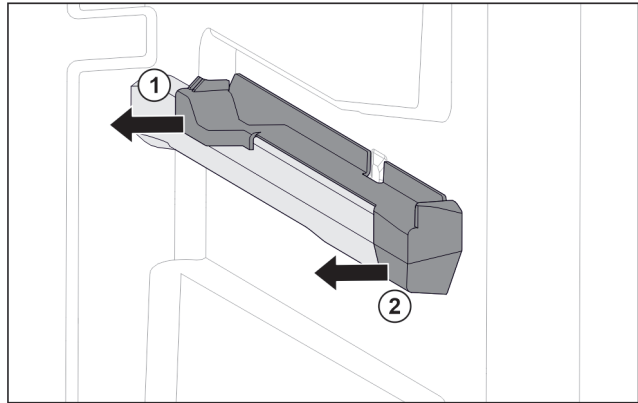

Fig. 73 Piesă de fixare pe nervura din dreapta a recipientului
- ▶ Scoateți piesa de fixare din spate în lateral. Fig. 73 (1)
- ▶ Scoateți piesa de fixare din față în lateral. Fig. 73 (2)